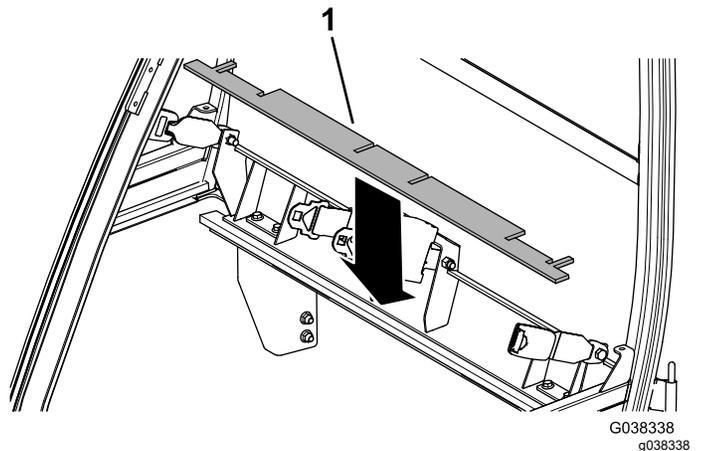

Bild 14
9. Montieren Sie die obere hintere Schaumstoffdichtung (Bild 14).